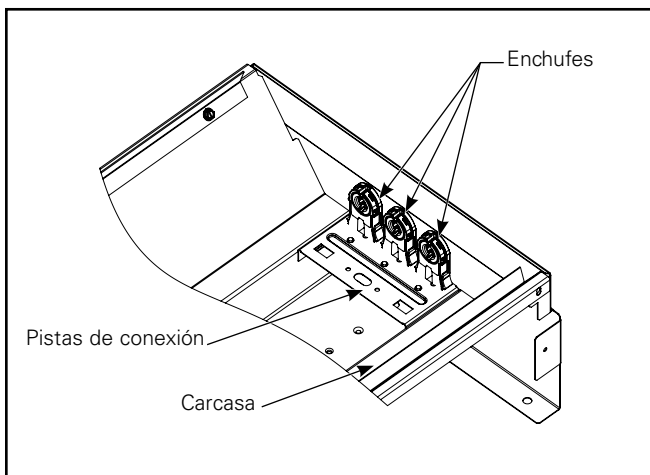

Figura 2.
2. Retire los enchufes y las pistas de conexión de la luminaria. (Figura 2.)